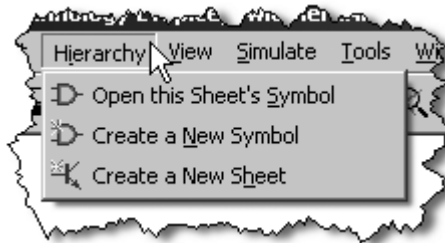

Рис. 5.4. Меню Hierarchy
- **Hierarchy** (Иерархия) — работа с иерархическими схемами (рис. 5.4):